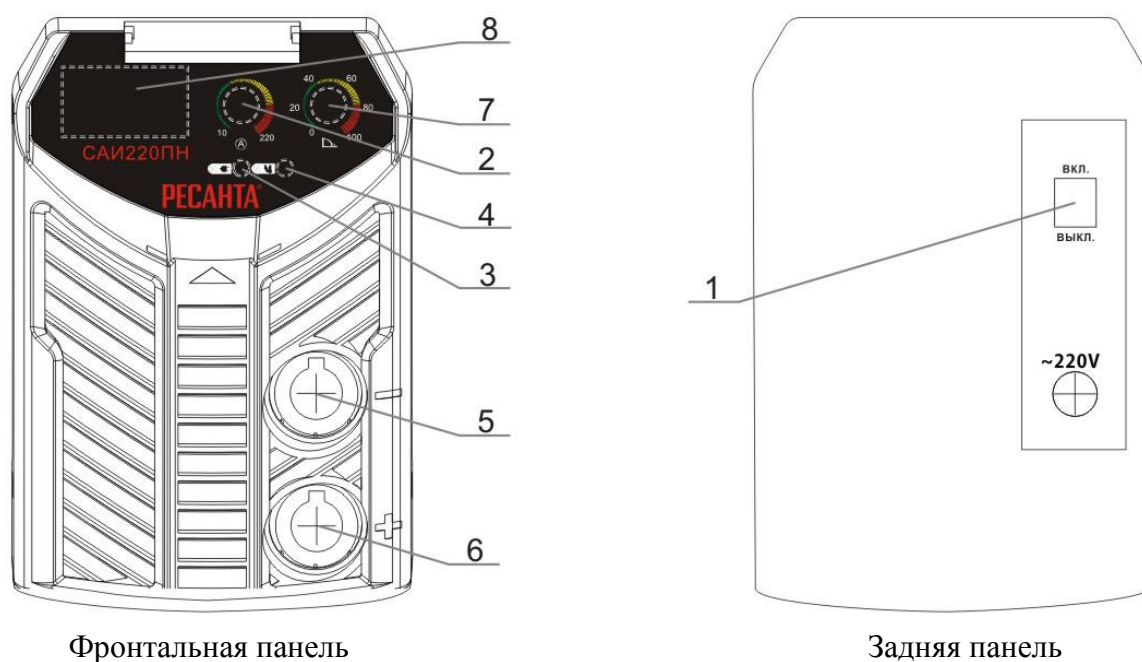

рис. 1
Изделие выполнено в металлическом корпусе. На передней панели имеется регулятор величины сварочного тока (рис.1 поз.2), индикатор "сеть" (рис.1 поз.3), индикатор "перегрев" (рис.1 поз.4), а также силовые разъемы подключения сварочных кабелей (рис.1 поз.5, 6). Аппарат оснащен принудительной системой вентиляции, ввиду этого, категорически запрещается закрывать чем-либо вентиляционные отверстия в корпусе.
1. Присоединить к силовым клеммам (см. рис.1 поз. 5 и 6) аппарата кабель с электрододержателем и кабель заземления в зависимости от требуемой для данной марки электрода полярности. В большинстве случаев кабель с электрододержателем подсоединяется к плюсовой клемме, а кабель заземления (масса) к минусовой клемме.
2. Убедиться в том, что выключатель "Сеть" (рис.1 поз. 1) находится в положении
4. Убедиться в том, что регулятор (рис.1 поз. 2) находится в положении минимального сварочного тока.
5. Включить аппарат выключателем "Сеть" (рис.1 поз.1).
6. Вставьте необходимый электрод в электрододержатель и поворотом регулятора величины сварочного тока (рис.1 поз. 2) установить требуемое значение, согласно нижеприведенной таблице. Рекомендуется всегда следовать инструкциям производителя электродов, так как в ней указаны и полярность подсоединения кабелей, и оптимальный ток сварки.
8. После окончания производства сварочных работ установить регулятор (рис.1 поз. 2) в положение минимального сварочного тока.
9. Выключить аппарат выключателем "Сеть" (рис.1 поз.1).
- Держа сварочную маску перед лицом, «чиркните» электродом по поверхности свариваемой детали (как при зажигании спичкой). Данный метод наиболее продуктивный для зажигания сварочной дуги (рис.1).
1. Не горит индикатор "Сеть" (рис.1 поз.3)	1.Проверить подключение аппарата к сети. 2.Проверить положение выключателя "Сеть".
3. Загорается индикатор "Перегрев" (рис.1 поз.4)	1.Превышение величины ПН. Температура внутри аппарата высокая – дайте остыть аппарату. 2.Повышенное скопление пыли в аппарате – обратиться в сервисный центр